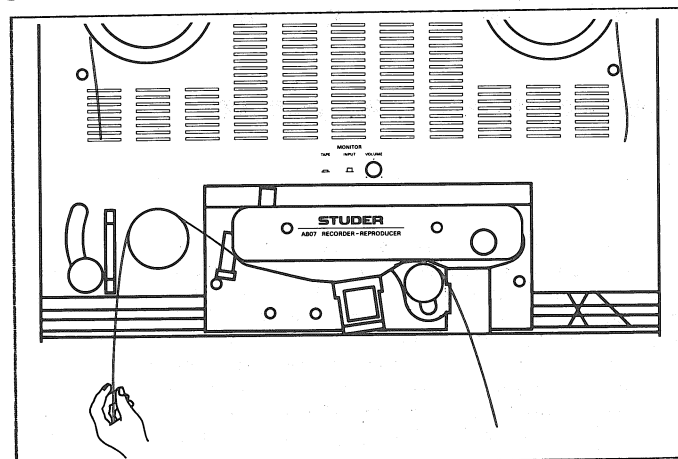

Fig. 2.4.9
- Das Band gemäss Fig. 2.4.9 einlegen und die Funktion TAPE DUMP [25] anwählen.